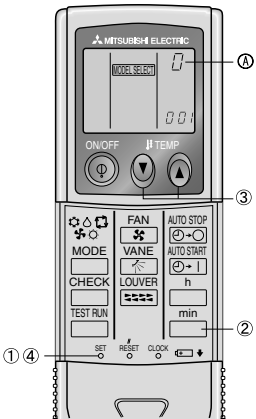

Fig. 6-5
3) Attribution d'une télécommande sans fil infrarouge à chaque appareil (Fig. 6-5)
4) Réglage du numéro de paire de télécommande sans fil infrarouge (Fig. 6-5)